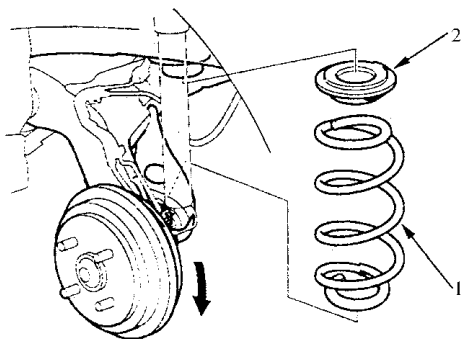

图 6-51 拆卸后弹簧和上部弹簧缓冲垫
5) 降低千斤顶和后轴梁，如图 6-51 所示，拆卸后弹簧和上部弹簧缓冲垫。